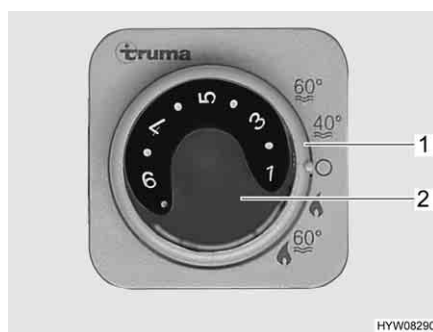

Fig. 71 Centralina di controllo per riscaldamento/boiler
- Impostare la manopola della temperatura (Fig. 71,2) sulla centralina di controllo del riscaldamento ad aria calda scegliendo la potenza desiderata.
- Posizionare l'interruttore girevole (Fig. 71,1) sulla modalità di funzionamento invernale.